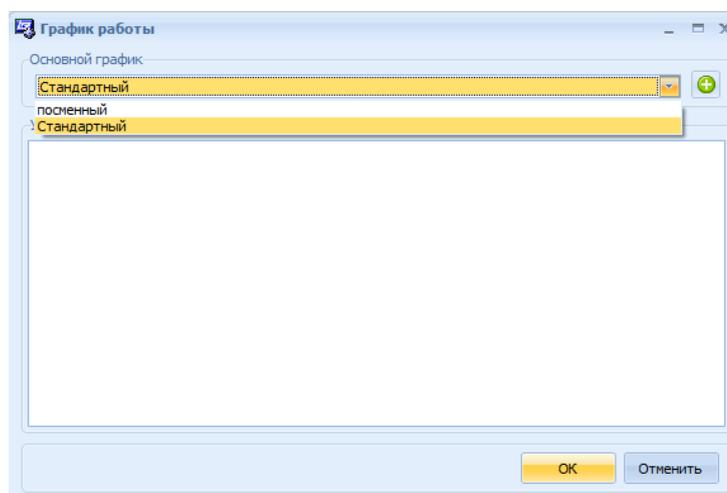

Рис. 4 Окно График работы
- **График работы** – необходимо выбрать график работы, по которому будут работать сотрудники данного объекта. Для этого нужно нажать кнопку **Изменить**, в результате чего откроется окно **График работы**, в котором следует выбрать график из списка имеющихся (Рис. 4). Создание графиков работы описано далее. См. 23.6.